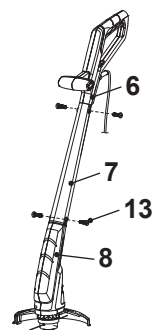

Fig. 2
3. Fixe a vara superior (6), a vara intermédia (7) e a vara inferior (8) com quatro parafusos (13) no sentido horário (Fig. 2).